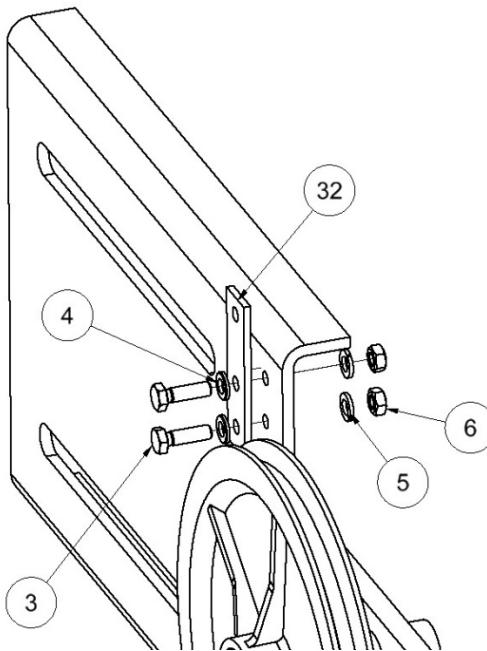

Figura 4
Fijar la Articulación tapa (32) al Amarre guía mediante dos tornillos DIN 933 M6x20 (3), dos arandelas planas DIN 125 M6 (4), dos arandelas grower DIN 127 M6 (5) y dos tuercas DIN 934 M6 (6). *Figura 4*
Finalmente, después de la Tapa articulada, introducir en el eje una arandela plana DIN 125 M10 (**24**) y una tuerca autoblock DIN 985 M10 (**25**). *Figura 4*